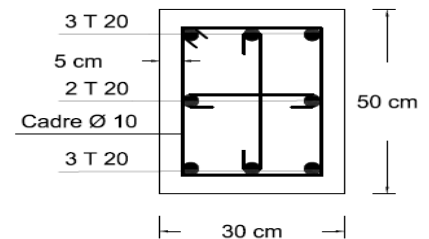

Figure 1. Section de la poutre
La réalisation d'une poutre en béton armé, nécessite une résistance à la compression caractéristique f_{c28} égale à 35 MPa. La section de cette poutre est présentée dans la figure 1 à la page 2.
1. Les granulats utilisés, conviennent-ils pour réaliser cette poutre, présentée dans la figure 1 ? (3pts)